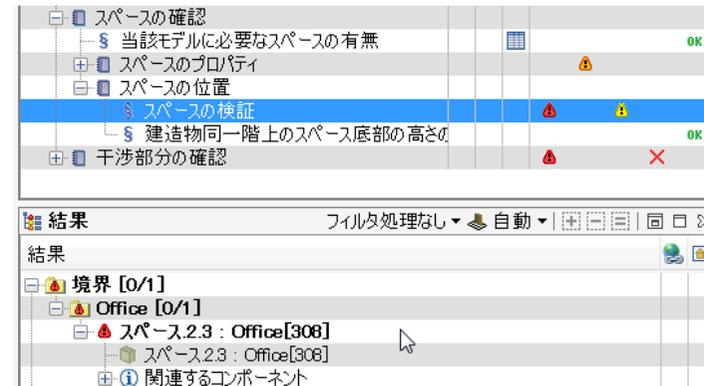

図52 境界の案件（スペース 2.3：Office[308]）
- 3) 結果ビューから「境界」>「Office」>「スペース 2.3」の案件を選択してください。（図52を参照）